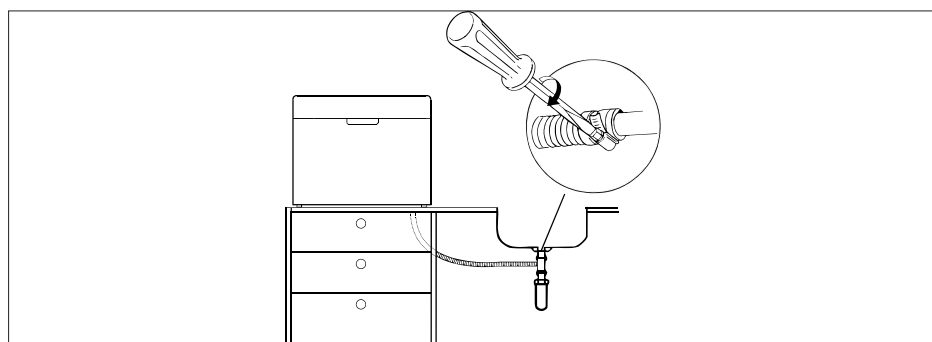

Fig. 7
- ▶ Fixez l'extrémité du tuyau de façon à ce que le tuyau ne puisse pas glisser (voir **fig. 7**).